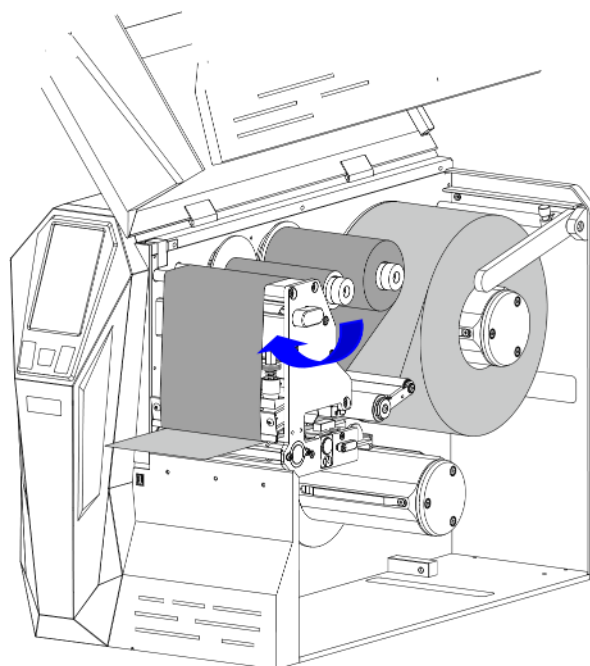

Рисунок 2-27 Блокировка печатающей головки
5. Поверните ручку печатающей головки по часовой стрелке, чтобы зафиксировать печатающую головку, как показано на рис. 2-27.